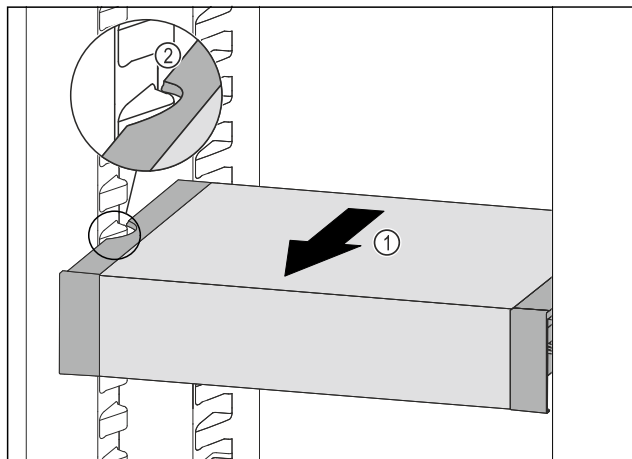

Fig. 113
- Trageți în față VarioSafe Fig. 113 (1), până când degajările laterale ale VarioSafe se află la înălțimea nervurii recipientului din frigider. Fig. 113 (2)